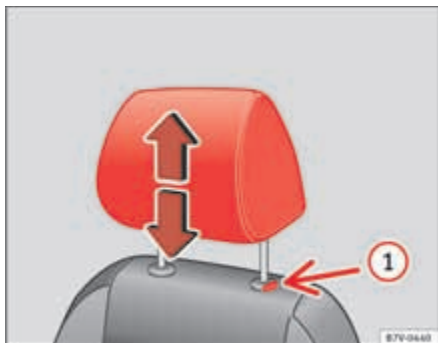
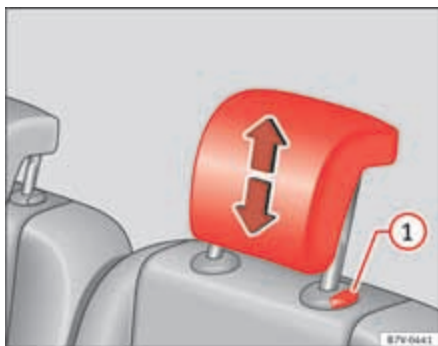

Fig. 84 Ajustar los apoyacabezas delanteros.
Fig. 85 Ajustar los apoyacabezas posteriores.
- Desplace el apoyacabezas en el sentido de la flecha, hacia arriba o hacia abajo a la vez que presiona la tecla → fig. 84 ① o → fig. 85 ① ⇒ ⚠.